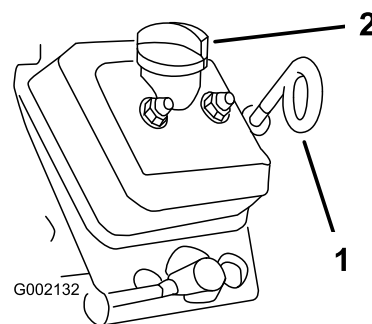

Figura 33
3. Utilice un trapo para limpiar alrededor de la varilla de aceite y el tapón de llenado (Figura 33) para impedir que caiga suciedad por el
4. Retire la varilla y límpiela con un trapo (Figura 33).
5. Deslice la varilla en el tubo y asegúrese de que entre a fondo (Figura 33).
8. Coloque el tapón de llenado (Figura 33).
9. Instale la varilla de aceite y asíéntela firmemente (Figura 33).